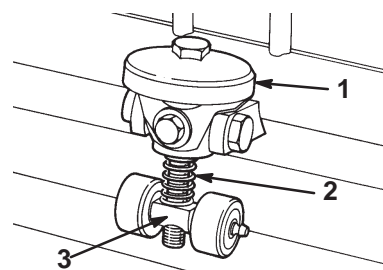

Figure 15
2. A une extrémité de l'avant du cylindre, insérez une longue bande de papier journal entre le cylindre et la contre-lame. Tournez le cylindre lentement en avant tout en tournant le bouton de réglage de la contre-lame (Fig. 15) dans le sens horaire, un cran à la fois, jusqu'à ce que le papier soit légèrement pincé et résiste donc légèrement quand vous tirez dessus.
1. Déposez le plateau de coupe du groupe de déplacement et posez-le sur une surface plane et horizontale. Supprimez le contact avec le cylindre en tournant le bouton de réglage de la contre-lame dans le sens anti-horaire (Fig. 15).